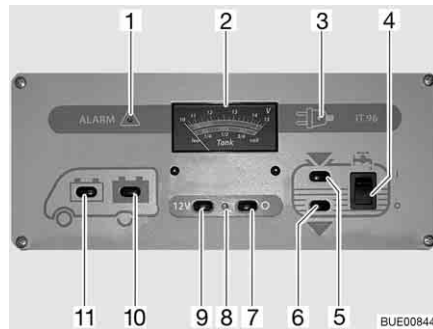

Fig. 154 Pannello di controllo IT 96-2
L'interruttore principale a 12 V (Fig. 154,7 e 9) inserisce o disinserisce il pannello di controllo e l'alimentazione a 12 V dell'abitacolo.
Accensione: ■ Premere l'interruttore (Fig. 154,9) "12 V": L'alimentazione a 12 V dell'abitacolo è inserita. La spia di controllo (Fig. 154,8) diventa verde.
Spegnimento: ■ Premere l'interruttore (Fig. 154,7) "O": L'alimentazione a 12 V dell'abitacolo è disinserita. La spia di controllo (Fig. 154,8) si spegne.
Per l'indicatore volt/serbatoio (Fig. 154,2) leggere la scala superiore. L'indicatore si illumina automaticamente appena viene premuto un interruttore.
- Premere l'interruttore (Fig. 154,11) : Viene indicata la tensione della batteria di avviamento.
- Premere l'interruttore (Fig. 154,10) : Viene indicata la tensione della batteria dell'abitacolo.
Per l'indicatore volt/serbatoio (Fig. 154,2) leggere la scala inferiore. L'indicatore si illumina automaticamente appena viene premuto un interruttore.
- Premere l'interruttore (Fig. 154,5) "": Viene indicato il livello del serbatoio dell'acqua.
- Premere l'interruttore (Fig. 154,6) "": Viene indicato il livello del serbatoio delle acque grigie.
- Premere in alto l'interruttore a bilico (Fig. 154,4) "I": L'alimentazione idrica è accesa.
- Premere l'interruttore a bilico in basso (Fig. 154,4) "O": L'alimentazione idrica è spenta.
La spia luminosa rossa "ALARM" (Fig. 154,1) inizia a lampeggiare non appena la tensione della batteria dell'abitacolo scende al di sotto di 11 V (misurazione durante il normale esercizio) con conseguente rischio che la batteria si scarichi troppo.
La spia di controllo a 12 V (Fig. 154,8) si accende non appena l'interruttore principale a 12 V (Fig. 154,9) viene inserito.
La spia gialla di controllo a 230 V (Fig. 154,3) si accende quando all'ingresso della centralina elettrica è presente una tensione di rete.